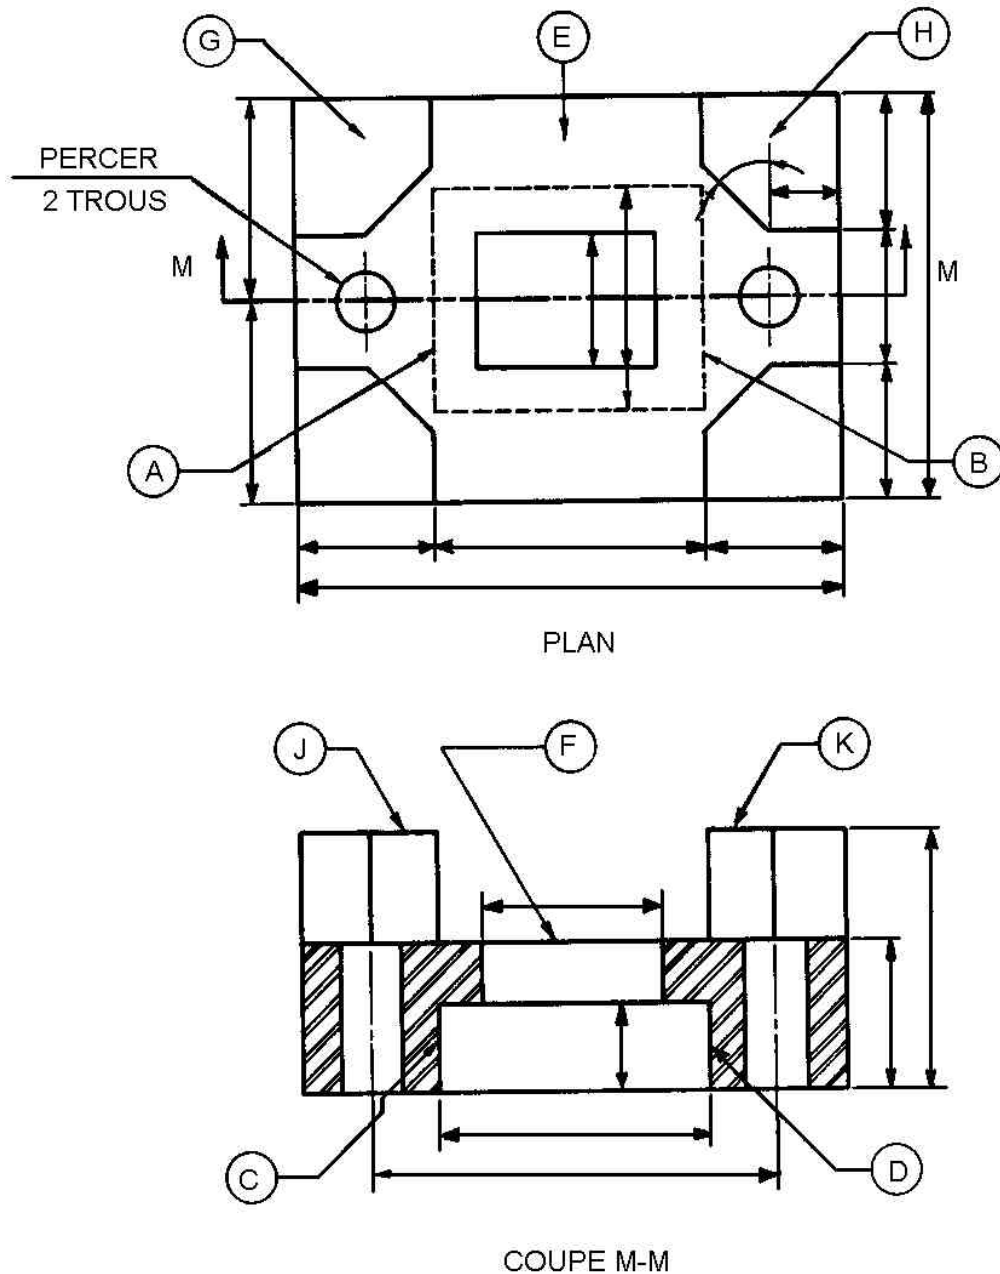

Figure 5.1
1. A partir du plan présenté à l'échelle 1:1 dans la figure 5.1 répondez aux questions suivantes en vous rapportant à la coupe M-M :